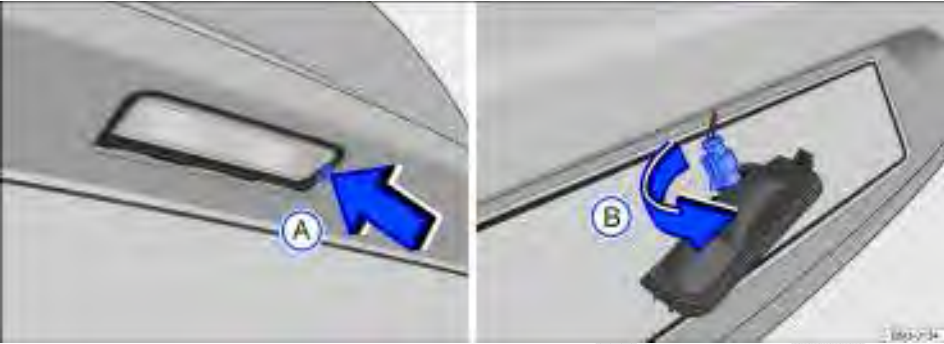

Fig. 190 No para-choque traseiro: remover a lanterna da placa de licença e o soquete da lâmpada.
| 2. | Com o auxílio de uma chave de fenda, pressionar a trava ⇒ Fig. 190(A) para remover o conjunto. |